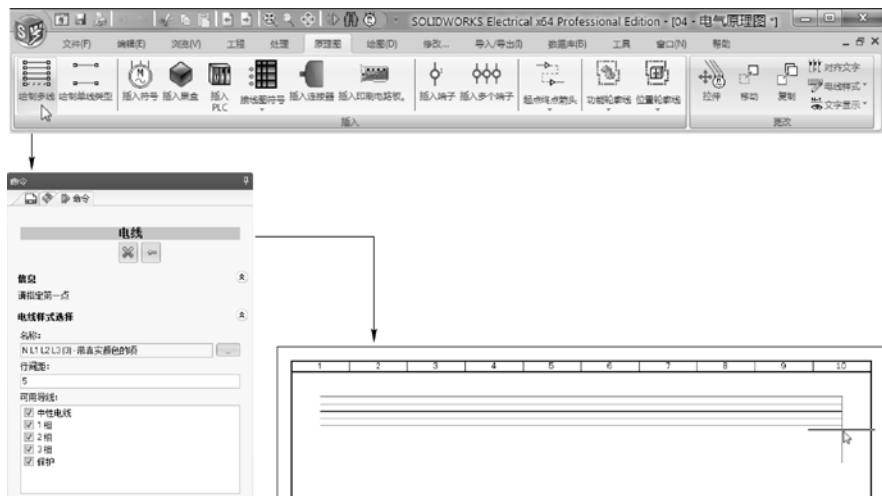

图 7-16 绘制多线
STEP 2 切换到“原理图”选项卡，单击“绘制多线”按钮，如图 7-16 顶图所示。保持左侧面板中的选项不变（表示绘制 5 条导线的多线），然后在绘图区域中单击，并在水平拖动后再次单击，然后在适当的位置右击结束多线的绘制，如图 7-16 下图所示。